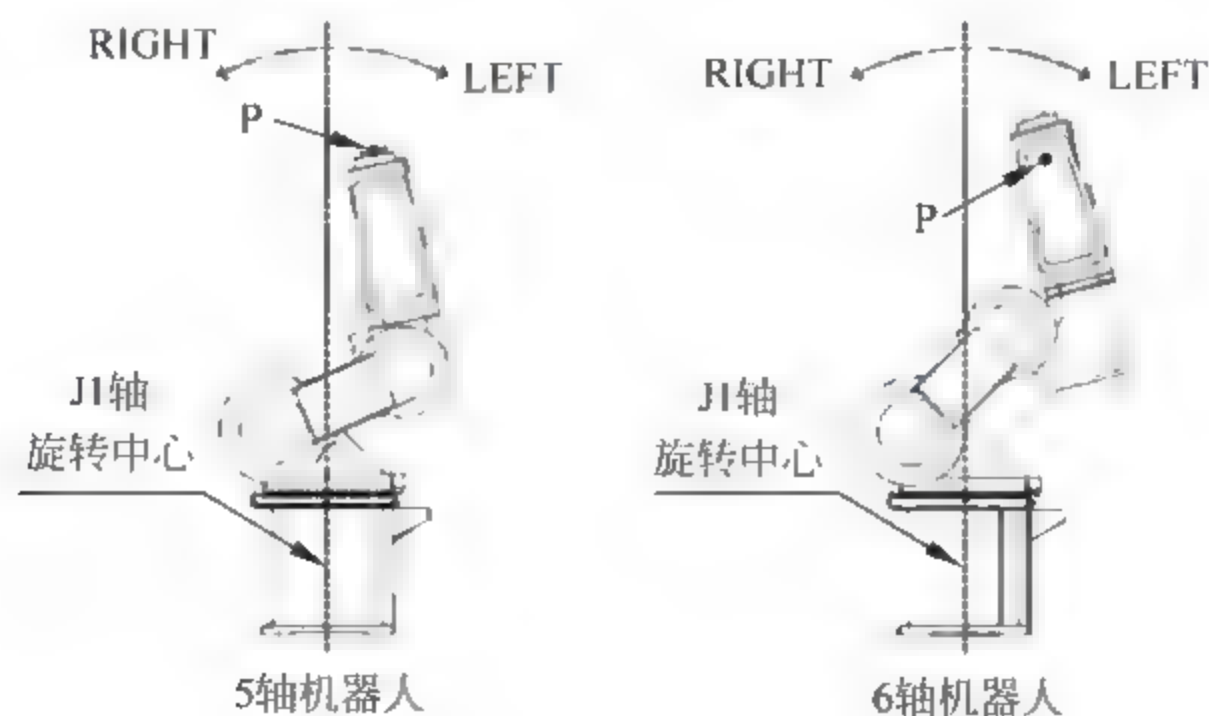

图 11 7 左右判定
(1) 5 轴机器人: 以 J1 轴旋转中心线为基准, 判别第 5 轴法兰中心点 P 位于“该中心线”的左面还是右面。如果在右边, 则 FL1 bit2=1; 如果在左边, 则 FL1 bit2=0; 如图 11 7 所示。